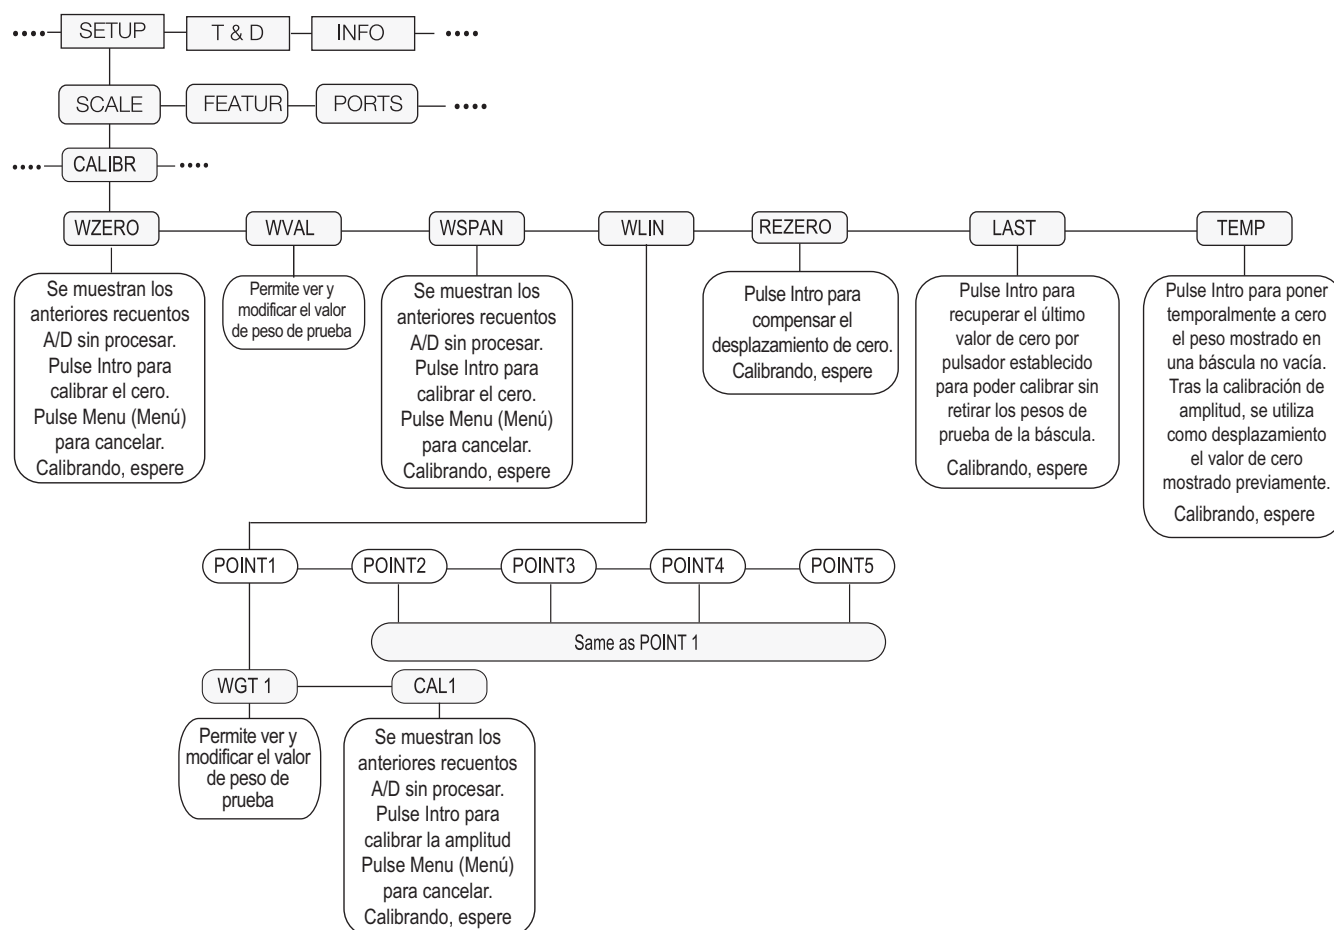

Figura 4-1. Menú de calibración (CALIBR)
1. Ponga el visor en modo de configuración con el interruptor de configuración de la parte trasera de la unidad (consulte la Figura 3-1 en la página 38), o utilice  si la pista de auditoría está habilitada, y desplácese hasta CALIBR (consulte la Figura 4-1 en la página 65).